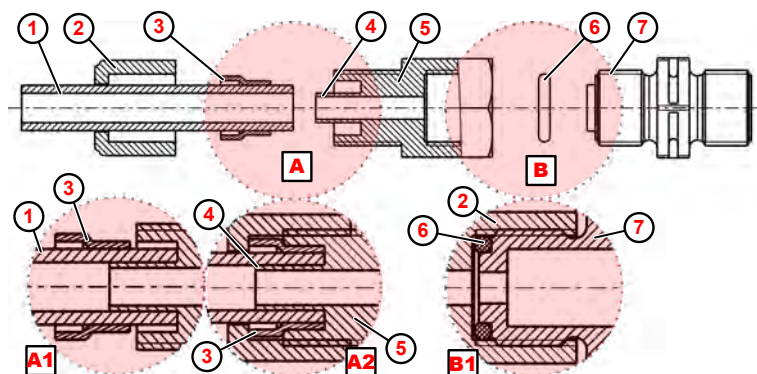

Fig. 7: Attacco tubo rigido e tubo flessibile con manicotto di sostegno integrato.
1. ➤ Inserire l'O-Ring (Fig. 7 , ⑥) nel dado della valvola di aspirazione/di mandata ⑦ .
2. ➤ Serrare la vite di accoppiamento ⑤ (dettaglio B1).
3. ➤ Tagliare il tubo flessibile ① diritto.
4. ➤ Fare scorrere il dado per raccordi ② nel tubo flessibile ① .
5. ➤ Fare scorrere l'anello di bloccaggio ③ nel tubo flessibile ① .
6. ➤ Fare scorrere il tubo flessibile ① fino a fine corsa sul manicotto di supporto ④ (dettaglio: A1).
7. ➤ Serrare la vite di accoppiamento ⑤ (dettaglio A2).